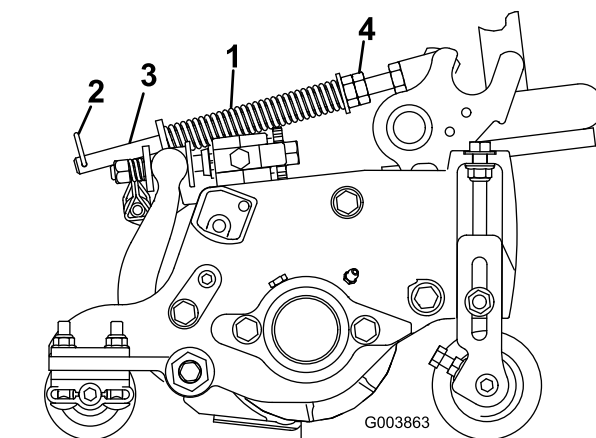

Figure 14
2. Serrez les écrous hexagonaux à l'extrémité avant de la tige de ressort jusqu'à ce que la longueur du ressort comprimé soit égale à 15,9 cm (Figure 14).
Le ressort de compensation (Figure 14) transfère le poids du rouleau avant au rouleau arrière. Cela évite la formation d'ondulations à la surface de la pelouse.
1. Vérifiez que la goupille fendue est insérée dans le trou de la tige de ressort (Figure 14).